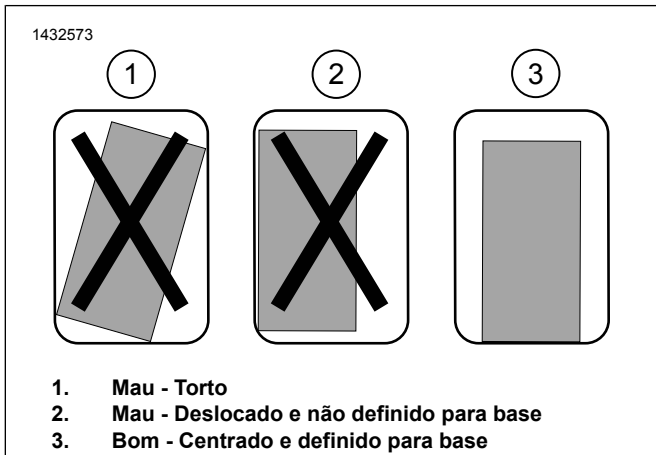

Figura 11. Instalação de suporte de montagem
- a. Figura 11 Teste a montagem do conjunto do apoio. O apoio tem de estar direito, centrado e o mais próximo possível do fundo do alforge.
- c. Figura 11 Teste a localização final, certificando-se de que o apoio está direito, centrado e o mais próximo possível do fundo do alforge.